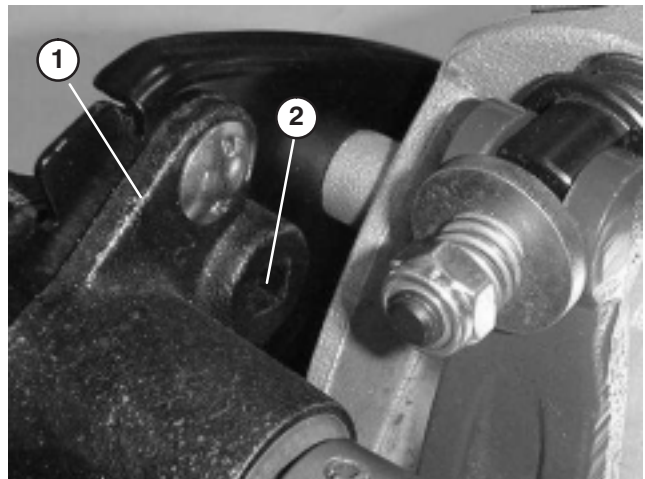

Figure 39
- B. A l'aide d'une clé dynamométrique de 3/8", tournez le logement de roulement avec un couple de 4-4,5 Nm pour obtenir la tension voulue (Fig. 39).
- B. A l'aide d'une clé dynamométrique de 3/8", tournez le logement de roulement avec un couple de 4–4,5 Nm pour obtenir la tension voulue (Fig. 39).